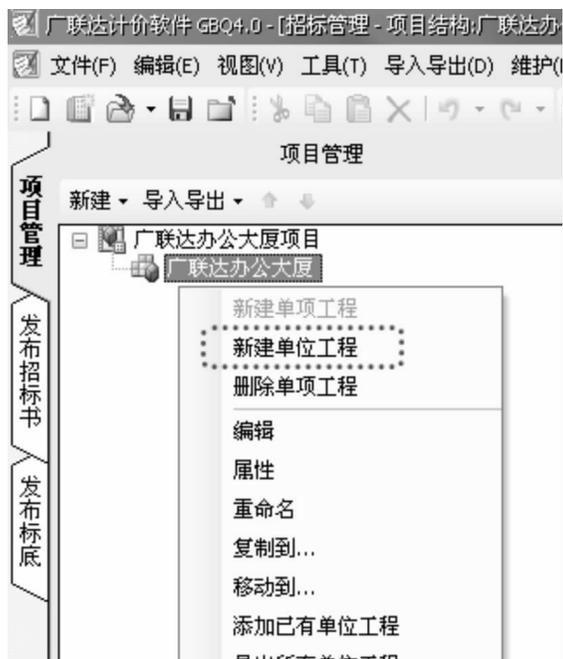

图 2.4 新建单位工程
④新建单位工程。在“广联达办公大厦”单击鼠标右键,选择“新建单位工程”,如图 2.4 所示。